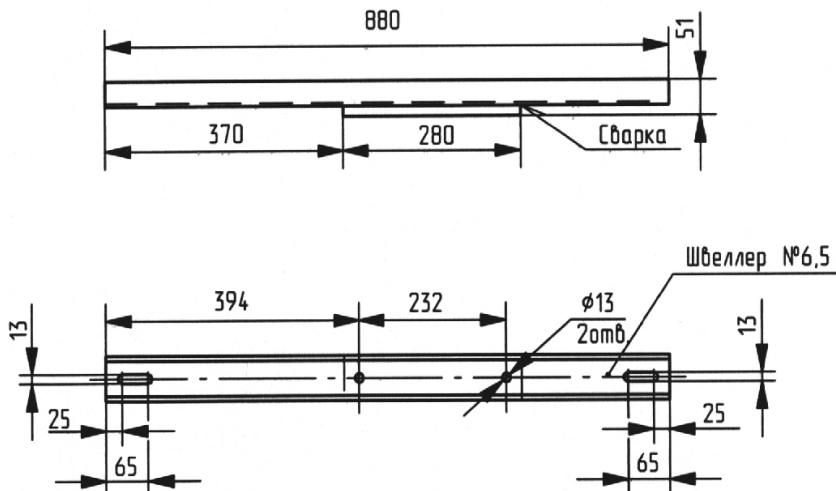

Рисунок 9. Поперечина.
- положить над поддерживающей опорой на лонжероны поперечину пластиной вниз (см. рисунок 9);